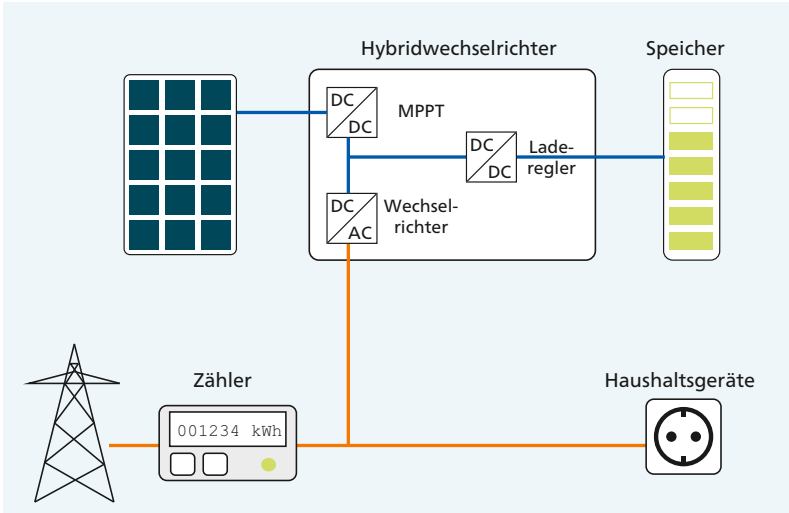

Abbildung 3.2 Schematischer Schaltplan für einen DC-Speicher
- ▶ **DC-Speicher:** Naheliegender und bei Neuinstallationen üblich ist die Integration in den Gleichstromzweig (siehe Abbildung 3.2). Das erfordert einen speziellen Wechselrichter (je nach Hersteller auch »Hybridwechselrichter«). Manche Wechselrichter sind speziell für das Zusammenspiel mit populären Energiespeichern optimiert.